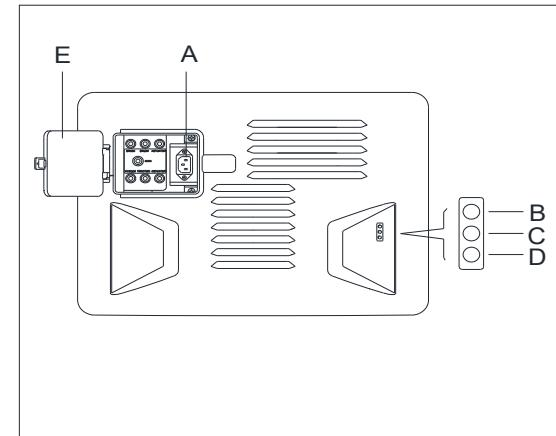

Abbildung 19
7. Öffnen Sie die Schutzabdeckung (E, Abbildung 19), verbinden Sie das Ladegerät (A, Abbildung 19) mit der Hauptstromversorgung. Alle Funktionen der Maschine sind deaktiviert. Die rote LED (D, Abbildung 19) leuchtet, wenn der Ladevorgang fortgesetzt wird.
8. Die Batterien sind voll aufgeladen, wenn das grüne LED (C) aufleuchtet.
9. Trennen Sie das Ladekabel des Akkus nach dem Ladevorgang vom Stromnetz, und bewahren Sie das Ladegerätkabel (F, Abbildung 19) in der Aufbewahrungsbox auf (G, Abbildung 19).
Für weitere Informationen zum eingebauten Ladegerät (A, Abbildung 19), sehen Sie bitte das entsprechende Handbuch im Kundendienstcenter.